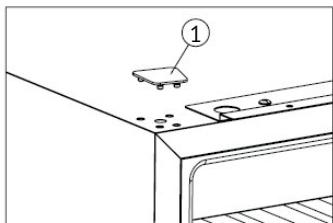

Рисунок 3
⇨ Снимите заглушку ① (Рисунок 3).